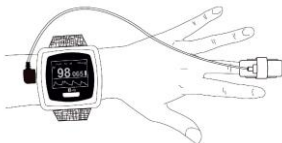

Fig.4
- Insérez le doigt dans la sonde comme illustré à la figure 4.
(L'apparence de la sonde réelle peut être différente de celle illustrée à la figure 4, veuillez vous référer à la sonde réelle.)